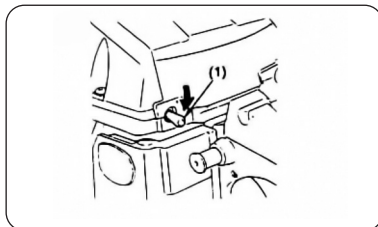

Рис. 14
- Установить переключатель в положение останова ("O") (Рис. 14).